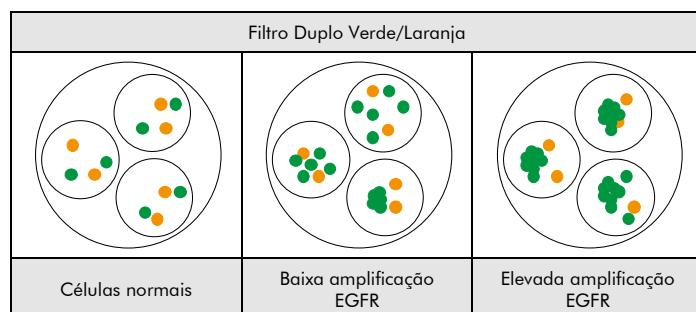

Fig. 2: Resultados esperados em núcleos normais e anormais
**Situação normal:** Em interfases de células normais ou em células sem amplificação envolvendo a região do gene EGFR, são visíveis dois sinais verdes e dois sinais laranja (ver Fig. 2).
**Situação anormal:** Em células com amplificação do EGFR é visível um aumento dos sinais específicos verdes ou aglomerados de sinais verdes (ver Fig. 2).